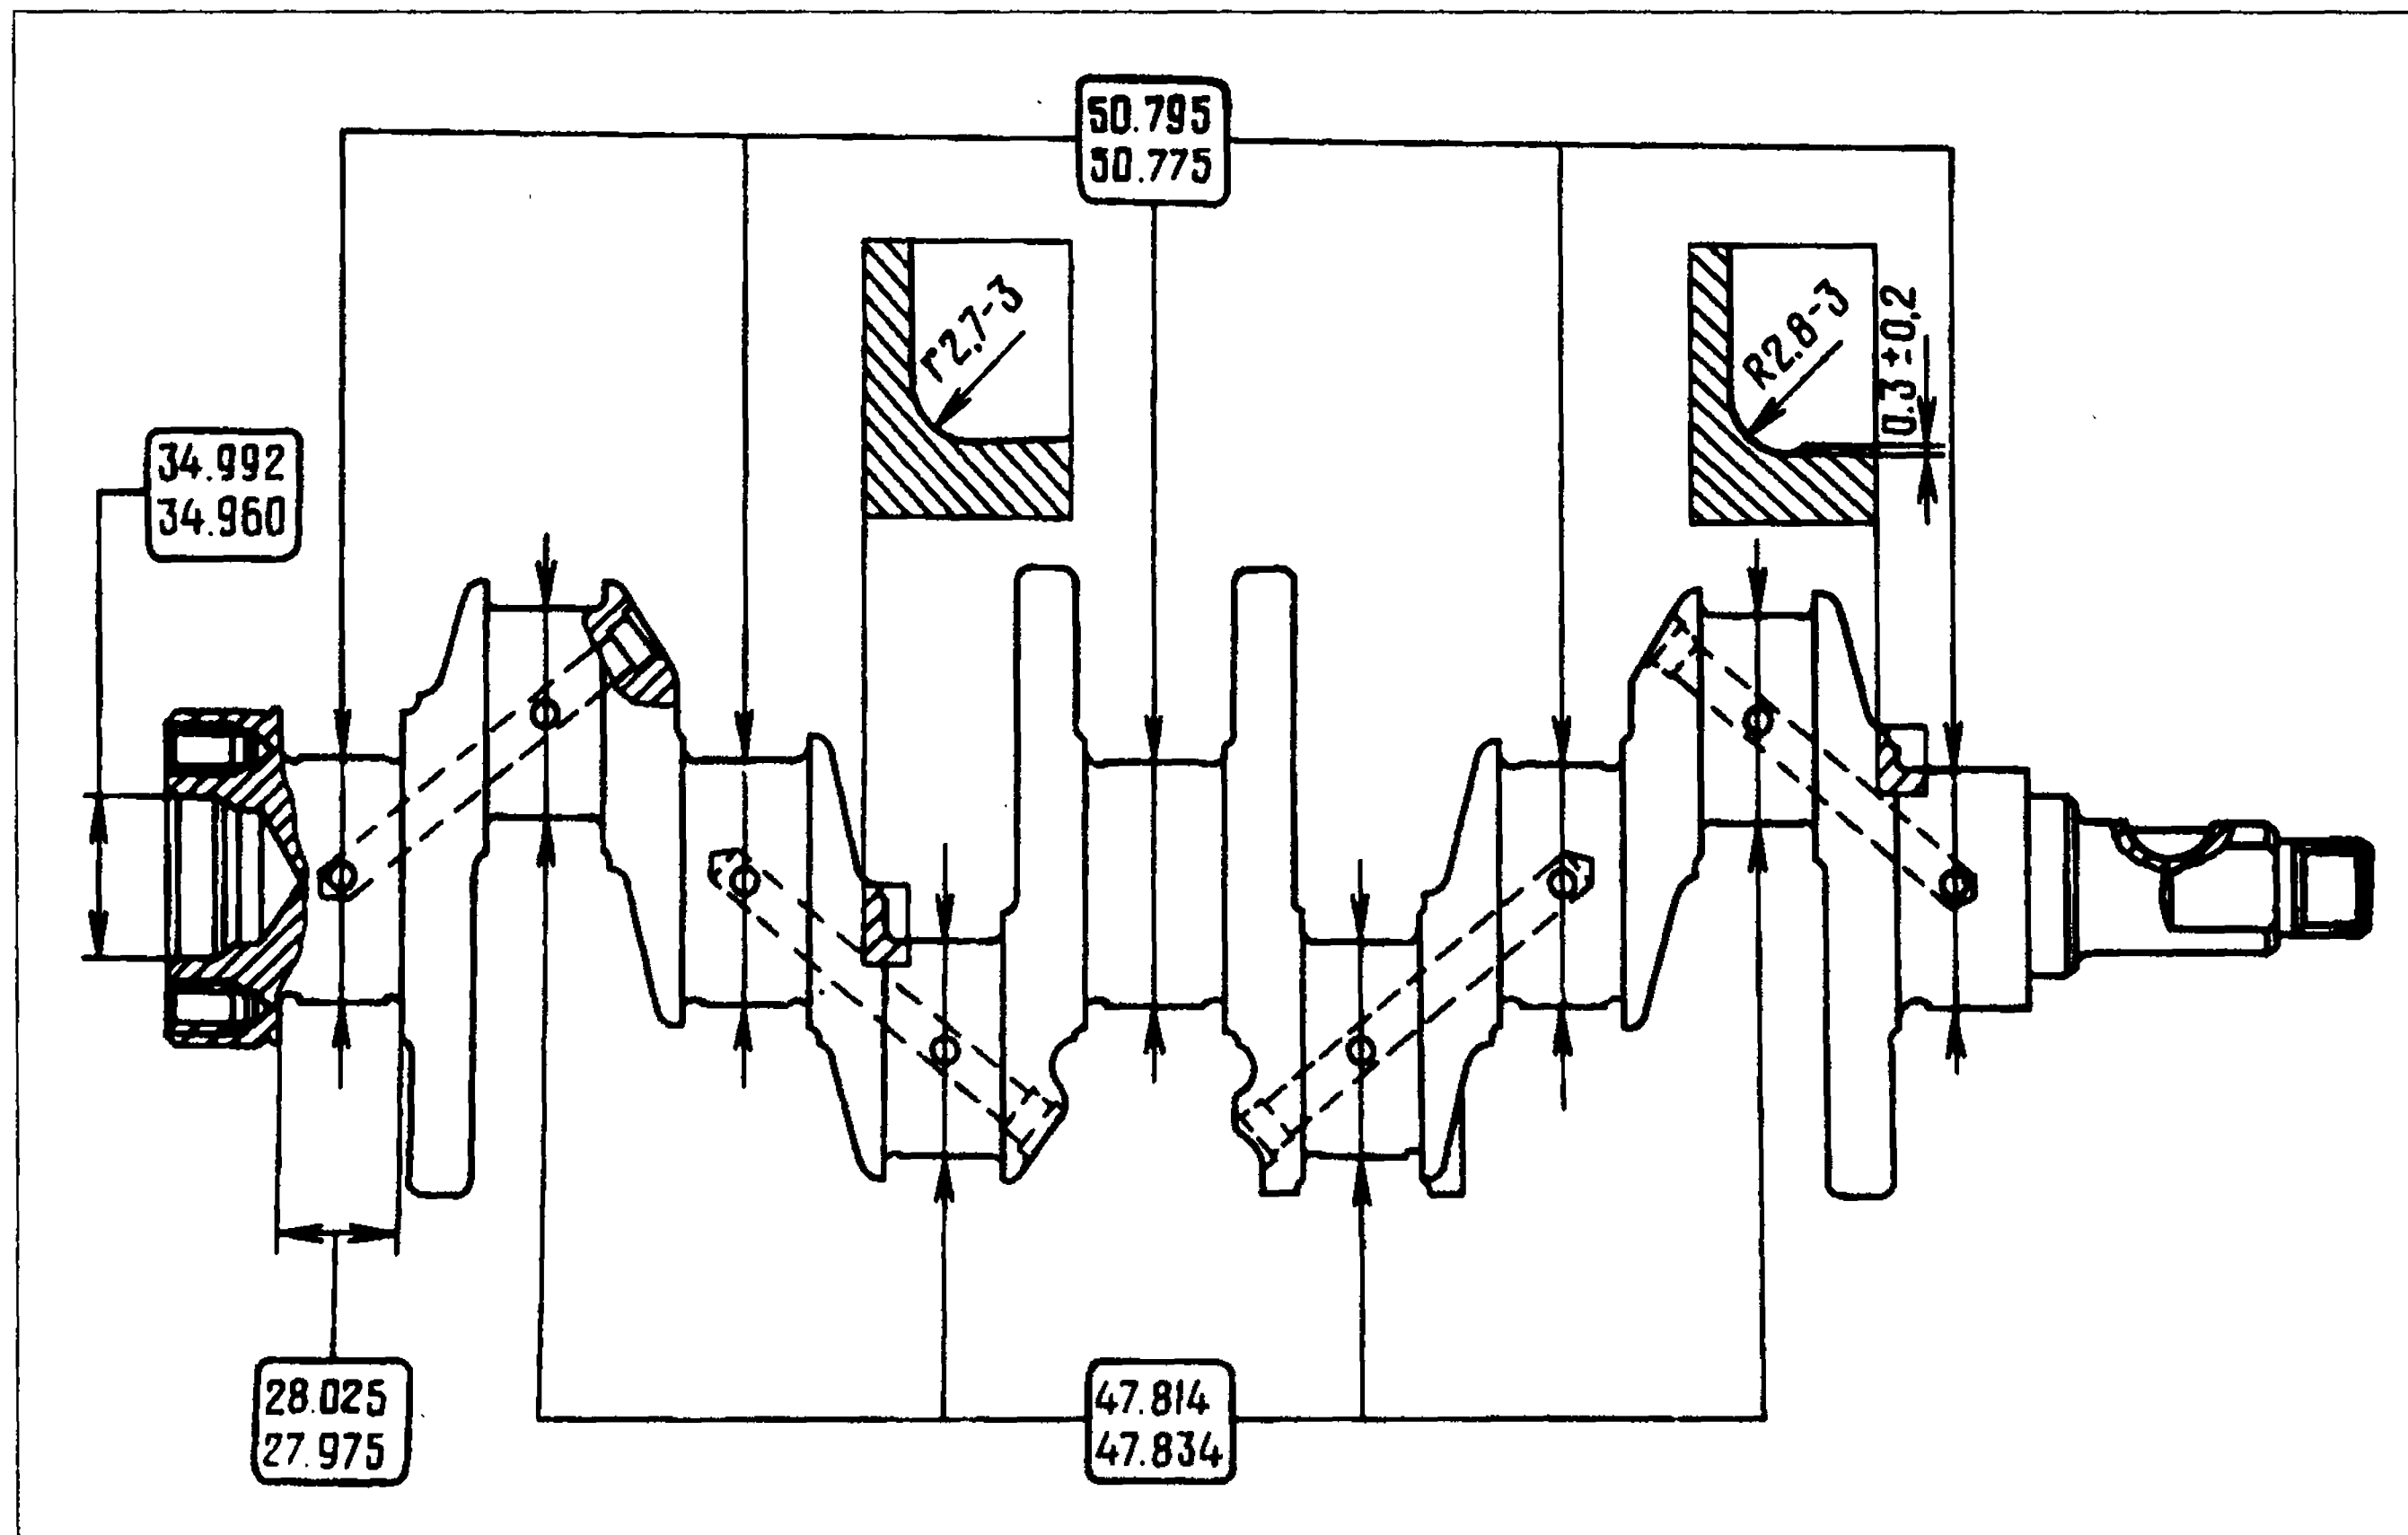

Рис. 2-35. Основные размеры шатунных и коренных шеек коленчатого вала и их галтелей
Основные размеры коленчатого вала даны на рис. 2-35.
**Шлифование шеек.** Коренные и шатунные шейки шлифуйте, уменьшая на 0,25 мм так, чтобы получить, в зависимости от степени износа, диаметры, соответствующие значениям, приведенным в табл. 2-2, 2-3 и радиусы галтелей шеек, как указано на рис. 2-35.